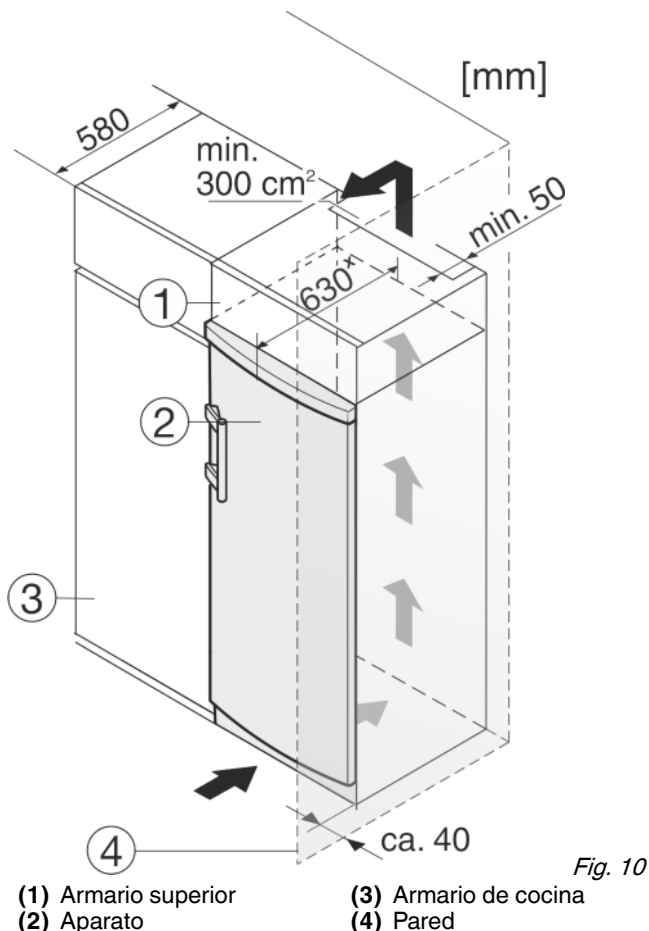

Fig. 10
* En aparatos con distanciadores de pared suministrados, la medida aumenta 35 mm (consulte 4.2 Instalación del aparato). El aparato se puede rodear de armarios de cocina. Para adaptar el aparato Fig. 10 (2) a la altura de la cocina, se puede instalar un armario Fig. 10 (1) correspondiente sobre el aparato. Si la cocina posee armarios (profundidad máx. 580 mm), el aparato se puede colocar directamente junto al armario de cocina Fig. 10 (3). El aparato sobresale 34 mm * por los lados y 50 mm * en el centro del aparato respecto al frente del armario de cocina.
Si el aparato se instala con las bisagras junto a una pared Fig. 10 (4), la distancia entre el aparato y la pared debe ser de como mínimo 40 mm. Esto equivale al saliente del tirador con la puerta abierta.